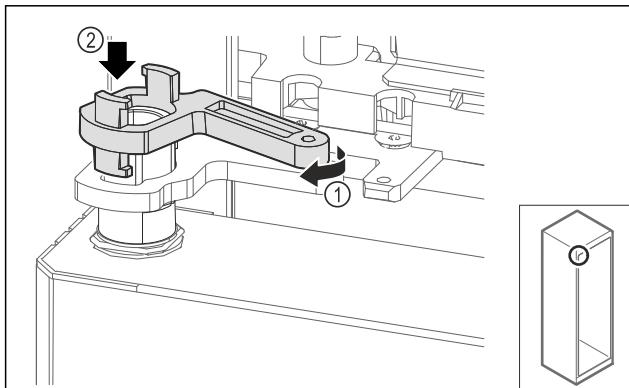

Fig. 70
- Lagano okrenite blokadu podloška ležaja Fig. 70 (1) i natanknite je na čahuru Fig. 70 (2).